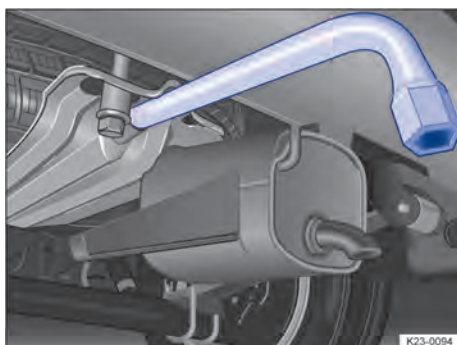

Abb. 217 Unter dem Fahrzeug: Reserveradhalterung mit eingestecktem Radschlüssel.
3. Radschlüssel in die Halterung stecken → Abb. 217.
2. Radschlüssel in die Halterung stecken → Abb. 217.